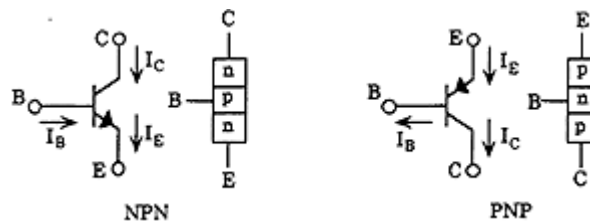

Abb.1 Schematische Darstellung von npn- und pnp-Transistoren.
Es gibt zwei Arten von Bipolartransistoren: npn und pnp. "p" und "n" bezeichnen jeweils die Dotierung der Schichten (Leitungstyp). Die drei Schichten bzw. Gebiete in Folge werden als Emitter, Basis und Kollektor bezeichnet. In Abb. 1 sind beide Transistortypen schematisch dargestellt. Der Pfeil (auf dem Emitter) bezeichnet im Schaltzeichen den Typ des Transistors, indem er die technische Richtung des aktuellen Stroms anzeigt (für npn-Transistoren zeigt der Pfeil nach außen, für pnp-Transistoren nach innen).
- Die Ströme in den drei Transistorgebieten werden I_B , I_C bzw. I_E genannt und stets in positiver Richtung dargestellt (siehe Abb.1).
Physikalisch gesehen ist ein Transistor ein Halbleiterbauelement mit zwei pn-Übergängen (Dioden). Normalerweise wird der Emitter-Basis-Übergang in Durchlaßrichtung (entspricht der Richtung des Pfeils in Abb.1) und der Kollektor-Basis-Übergang in Sperrrichtung betrieben. Dadurch wird der Strom in npn-Transistoren vom Kollektor zum Emitter (nicht aus der Basis) und in pnp-Transistoren vom Emitter zum Kollektor geleitet. Es gilt dann $U_C > U_B > U_E$ für einen npn-Transistor bzw. $U_C < U_B < U_E$ für